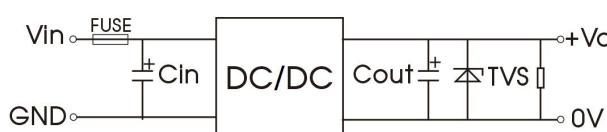

图 8
- (1) 产品测试及应用时, 请按照 (图 8) 推荐的测试电路进行; 至少保障外接一个电解电容 C_{in} ($\geq 1000\mu F$), 用于抑制输入端可能产生的浪涌电压;
- (2) 如果产品输入端并联瞬变能量较大的电路 (如并联电机驱动电路), 或会导致产品输入电压被拉低, 此时关注产品输入电压的波动, 建议适当增大输入端电解电容 C_{in} 的容值, 以保障输入端电压稳定, 避免输入电压低于欠压保护点导致产品重复启动的情况;
- (3) 如果产品输出端为感性负载时 (如继电器、电机), 建议增大输出电容 C_{out} 容值, 并增加 TVS 管, 用以滤除电压尖峰;
- (4) 如需进一步减少输入输出纹波, 可适当加大外接电容 C_{in} 、 C_{out} 容值或选用串联等效阻抗值小的外接电容。